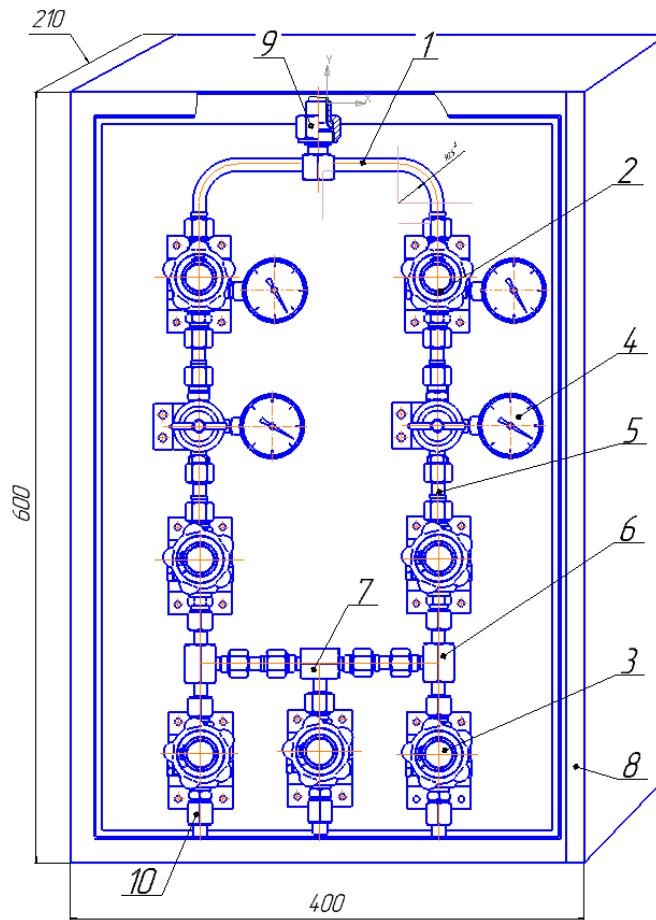

Рис. 1. Пост газопитания ПГКЗ-20-з
4.1 Внешний вид поста показан на рис. 1